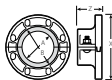

图1
1.为实现有效密封，配合面的灰色区域（图1）必须无沟壑、无起伏不平，无任何形式的变形。不允许严重锯齿形的表面。